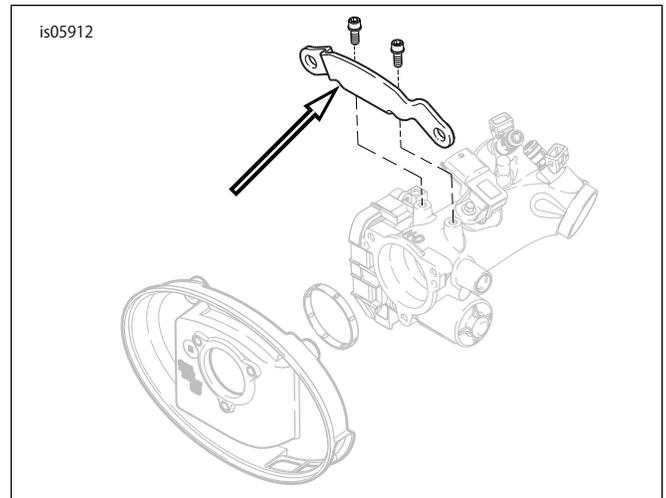

図1. インダクションモジュールサポートブラケットの取り外し
4. 「図1」を参照してください。インダクションモジュールサポートブラケットを取り外し、廃棄します。